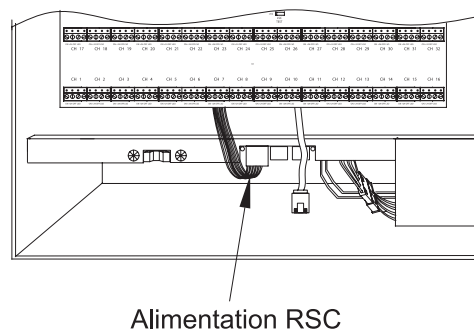

Figure 7. Alimentation RSC
3. Branchez le câble d'alimentation (raccord en plastique blanc auquel six fils sont rattachés) qui passe par le dessus du panneau de logique du ControlKeeper T pour rejoindre la carte de contrôleur de relais en série (RSC) située dans le bas du boîtier. Cette connexion doit être faite à la borne du RSC située la plus à gauche. Voir la Figure 7 ci-dessous. L'écran du régulateur devrait s'allumer et afficher l'écran principal.